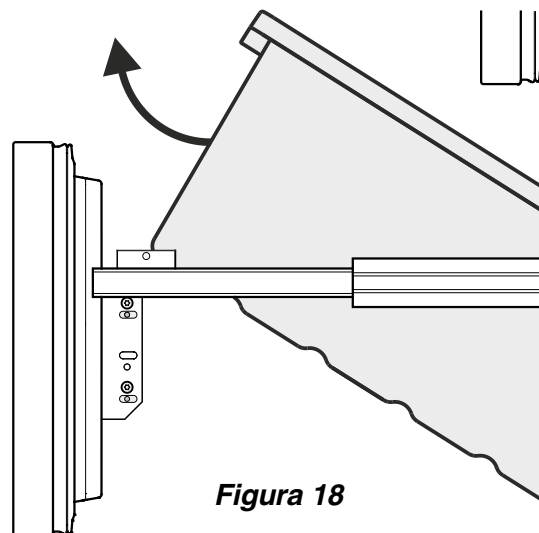

Figura 18
- Incline el recipiente y retírelo - **Figura 18.**